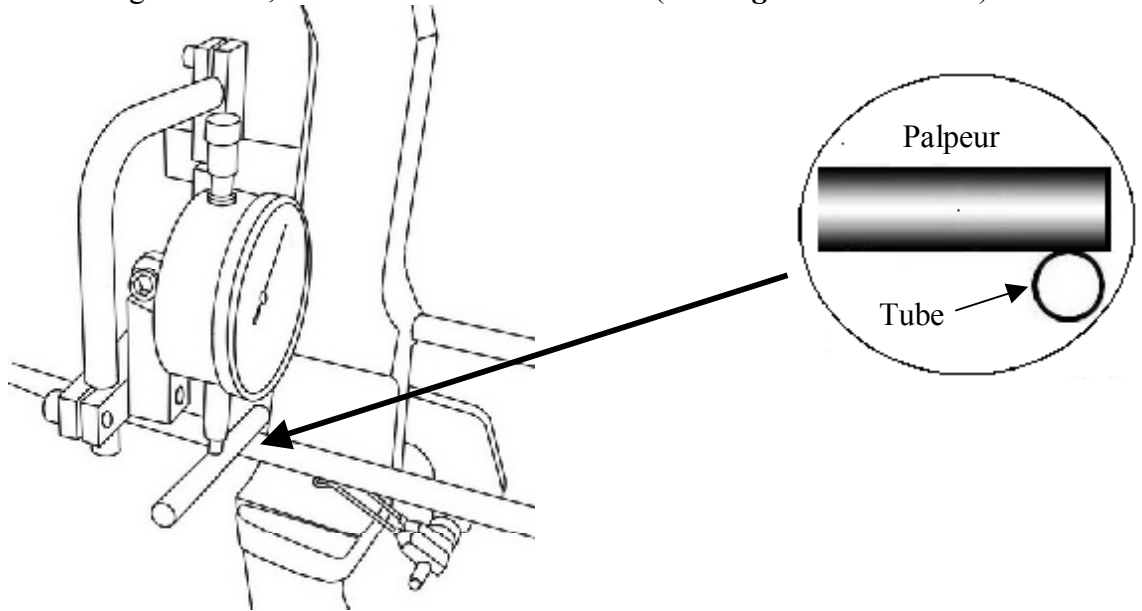

Figure 2 : le palpeur est positionné 1" devant le point d'appui
- Ø positionner le bord intérieur du palpeur (côté fenêtre de la poignée) à l'alignement du Berger-Button, ou au bord extérieur du tube (voir **Figure 2** ci-dessous)